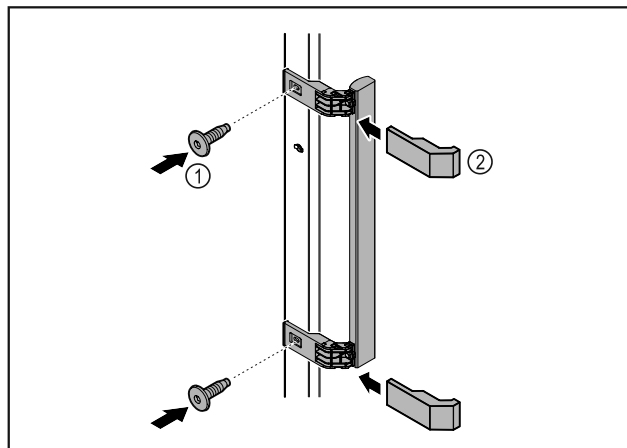

Fig. 8
- Madlo z přiloženého příslušenství upevněte na dveře pomocí přiložených šroubů Fig. 8 (1).
- Nasadte kryt Fig. 8 (2).